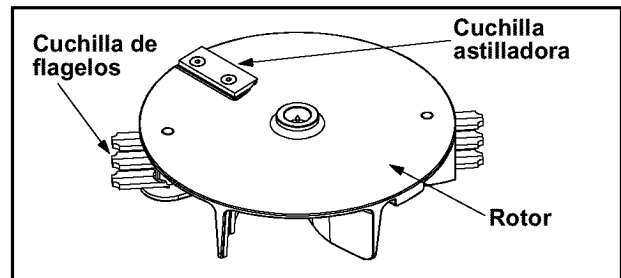

Figura 17
**NOTE:** Asegurar de instalar la cuchilla astilladora con el filo hacia arriba. Ver la Figura 17.